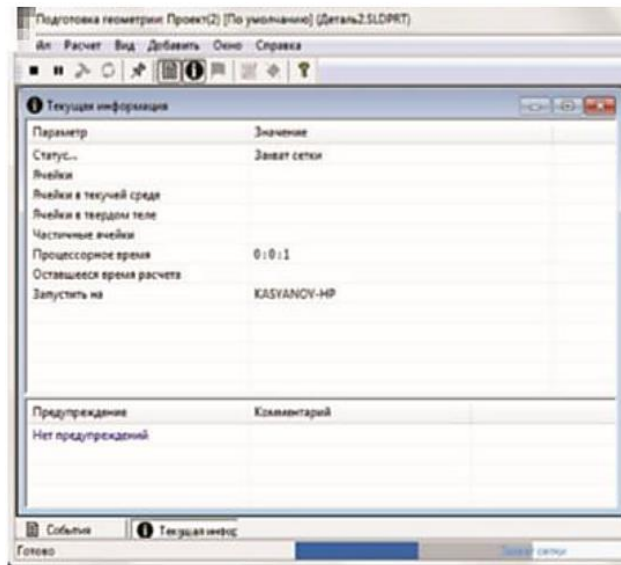

Рис.14 – Процес розрахунку аналізу
12. Натискаємо на кнопку «Запустити», і програма автоматично починає процес розрахунку газодинамічного аналізу (рис.14).